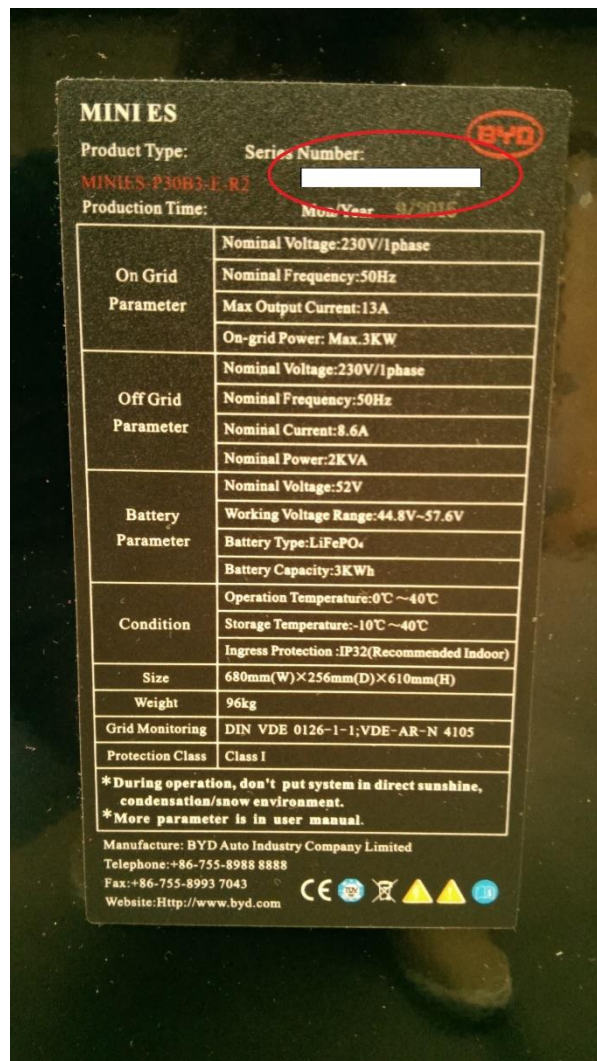

Abbildung 59: Typenschild Mini 3-3 mit Kennzeichnung der Seriennummer
- Die Produktseriennummer ist dem Typenschild des Mini 3-3/6 zu entnehmen. Die Produktseriennummer ist die „Series Number“ (siehe Abbildung 59).